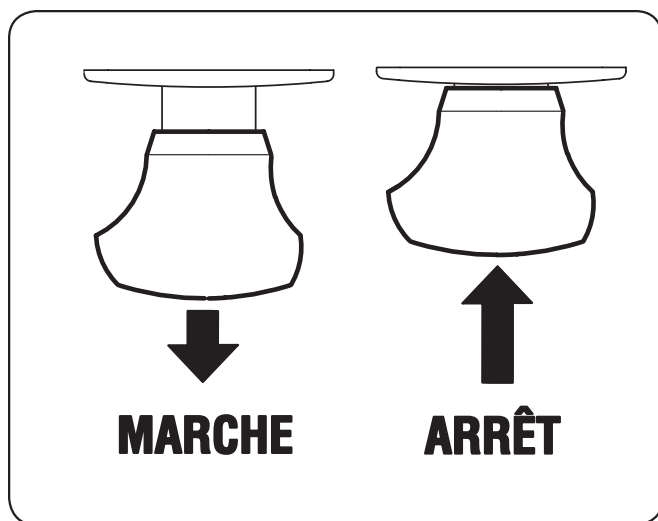

Figure 5-3
2. Tirez le bouton de la prise de force (Embrayage de la lame) vers l'avant à la position « ON » (Embrayée). Voir la Fig. 5-3.